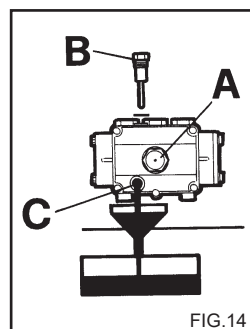

FIG. 14
- 2) Den Deckel mit dem Kontrollstab (Fig.14) aufdrehen.